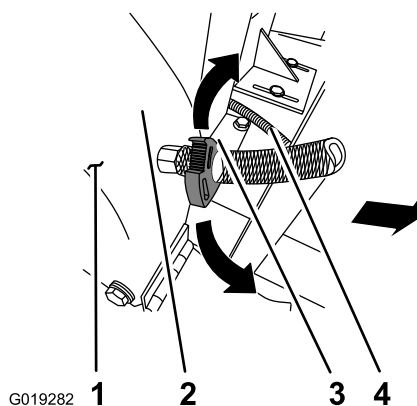

Figure 30
1. Desserrez les segments rainurés intérieurs et extérieurs du collier qui fixe le flexible d'eau au raccord cannelé du carter de lame (Figure 30).